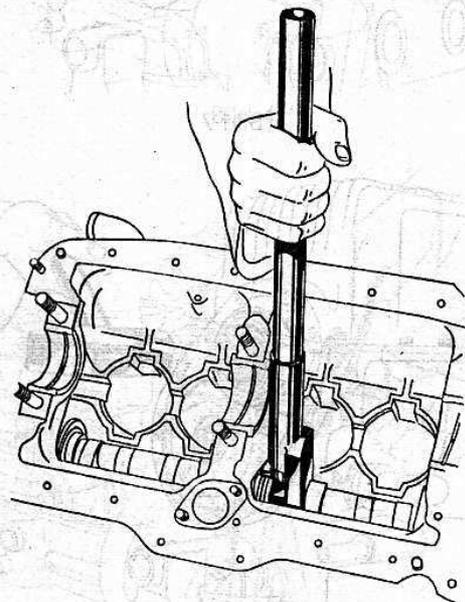

Bild 14
3. Nockenwellenlager mittels Hebel (Wst 950) drehen, bis Feststellschraubenlöcher sich decken (Bild 14).